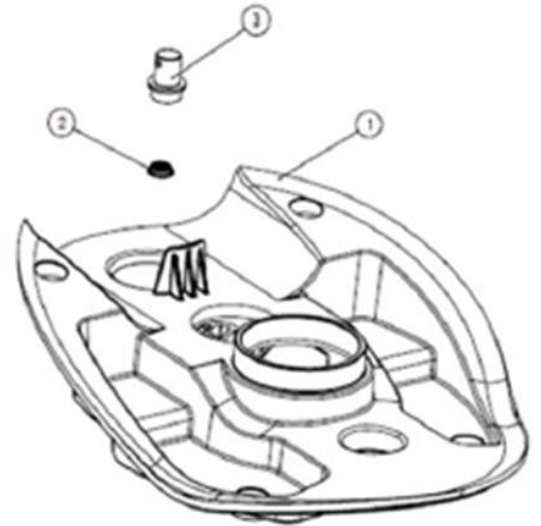

Figure 37
2. Repérez le couvercle supérieur de l'ensemble chargeur (figure 37, partie 1) sous le réservoir de solution.
3. Retirez la soupape (figure 37, partie 3) en la tournant dans le sens inverse des aiguilles d'une montre.
4. Retirez le filtre à particules (figure 37, partie 2) et passez-le sous l'eau tiède pour le nettoyer. Vous pouvez utiliser une brosse douce s'il est fortement bouché.